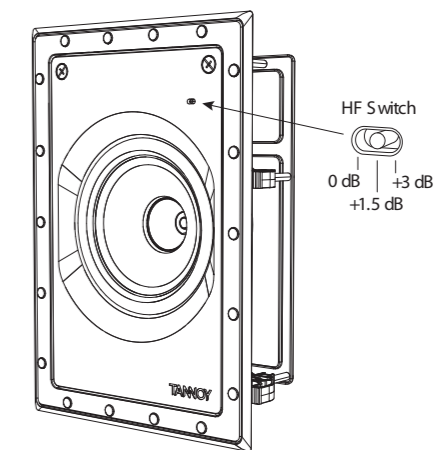

Fig. 14. HF Switch Positions
2. A chave HF tem três posições, com 0 dB sendo plano. Ajuste conforme necessário para se adequar à posição da sala e às condições acústicas (Fig. 14). (Não disponível em QCI 6DC IW).